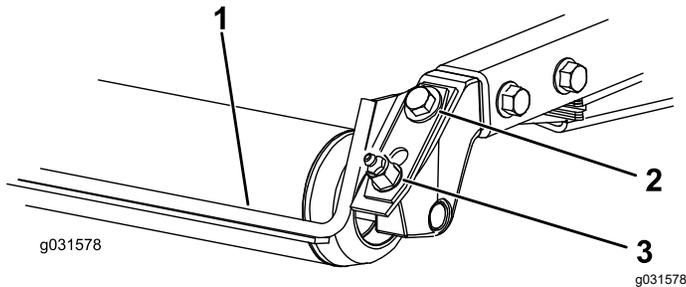

Figure 21
1. Desserrez le graisseur et la vis de fixation (Figure 21).